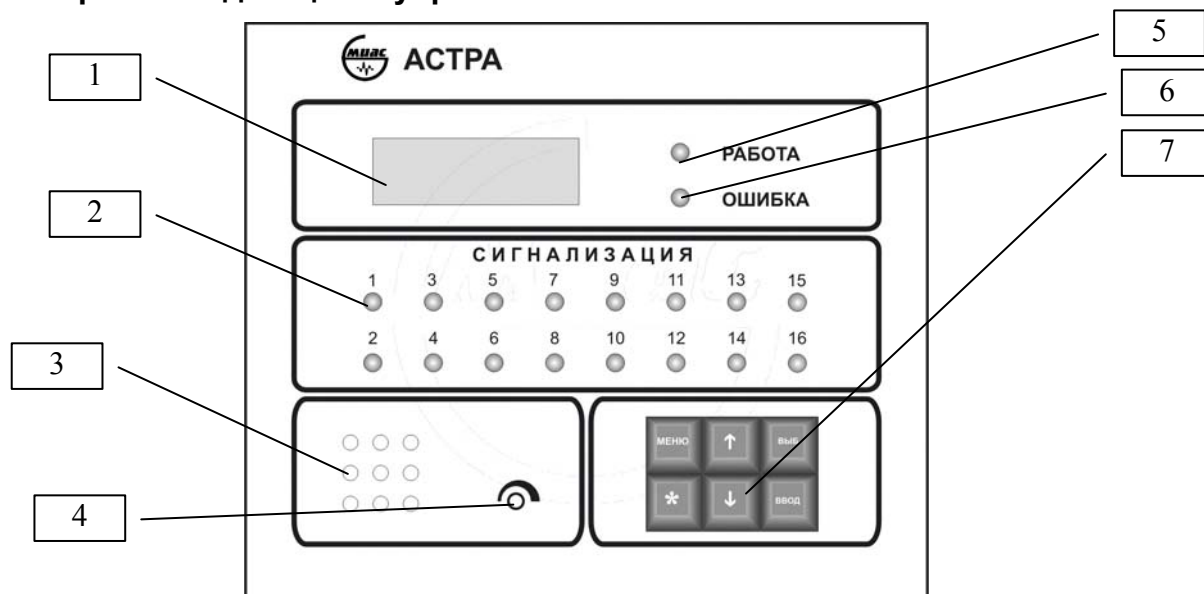

Рисунок 3.1
3.1.2 Корпус преобразователя предназначен для щитового утопленного монтажа на вертикальной плоскости. На передней панели размещены индикаторы и клавиатура (см. рисунок 3.1). На задней панели размещены электрические разъёмы и пневматические штуцеры для подключения внешних соединений.